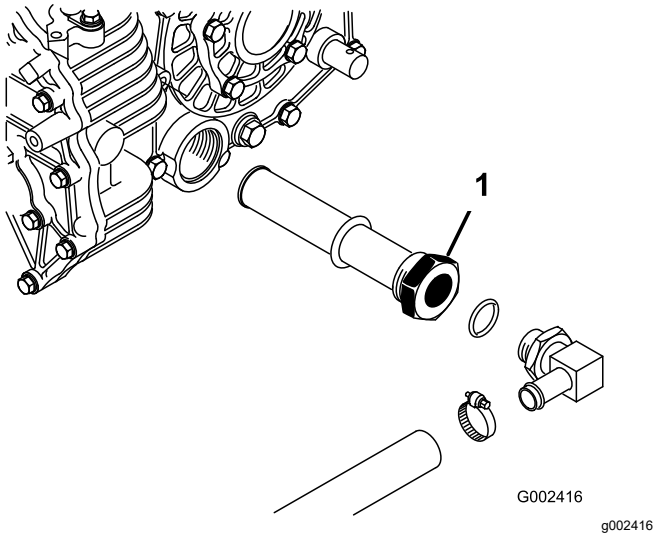

Figure 68
- Notez l'orientation du flexible hydraulique et du raccord à 90° raccordé à la crépine sur le côté du réservoir (Figure 68).